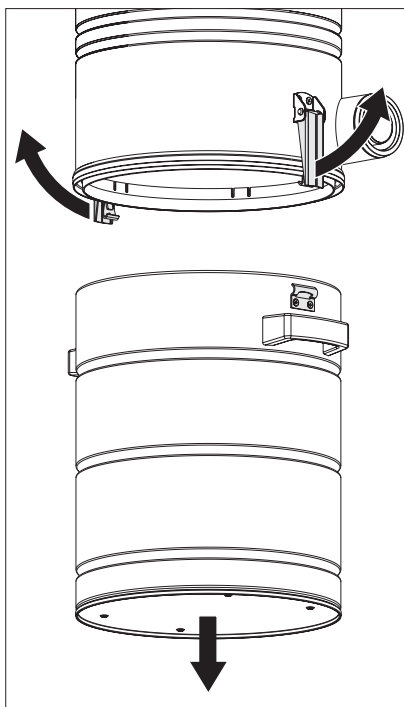

Fig. 36 Desfacerea recipientului cu reziduuri
- Desfaceți cele două cleme. Fig 36